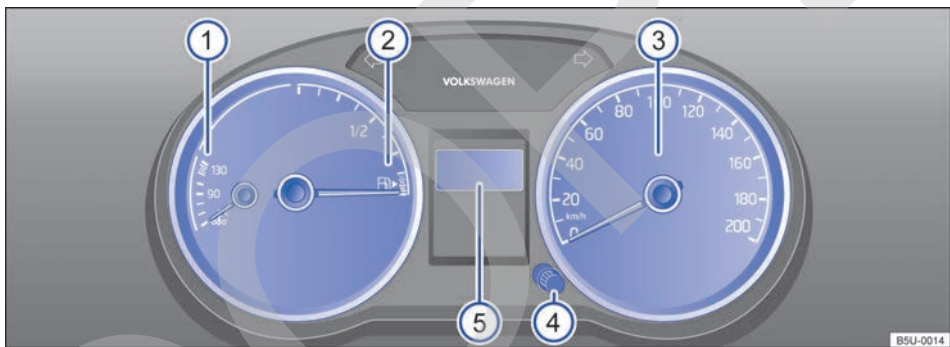
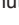

Fig. 10 Panel de instrumentos en el panel de instrumentos (variante 1).
Fig. 11 Panel de instrumentos en el panel de instrumentos (variante 2).
Acerca de los instrumentos ⇒ fig. 10 o ⇒ fig. 11:
Según los equipos del vehículo, es posible visualizar diferentes tipos de información en el display del panel de instrumentos ⇒ fig. 10  o ⇒ fig. 11 .
El indicador del intervalo de servicio aparece en el display del panel de instrumentos ⇒ **fig. 10** **⑤** o ⇒ **fig. 11** **⑤**.
Presionar la tecla del cuentakilómetros parcial **④** ⇒ **fig. 10** o ⇒ **fig. 11** y mantenerla presionada.
i El mensaje de servicio se apaga después de algunos segundos con el motor en funcionamiento o después de presionar la tecla ⇒ **fig. 10** **④** o ⇒ **fig. 11** **④**. <